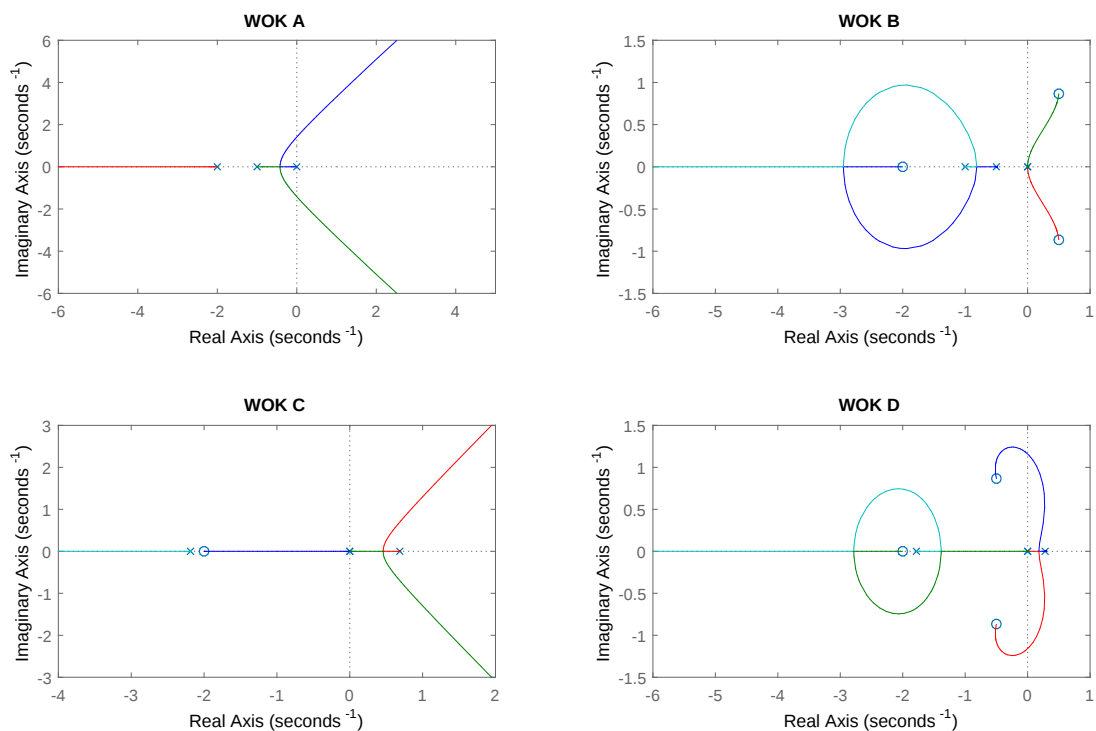

Abbildung 3
- iii) Welche der in Abbildung 3 gezeigten Wurzelortskurven gehört zu $F_o(s) = G_R(s) \cdot G_S(s)$? Begründen Sie.